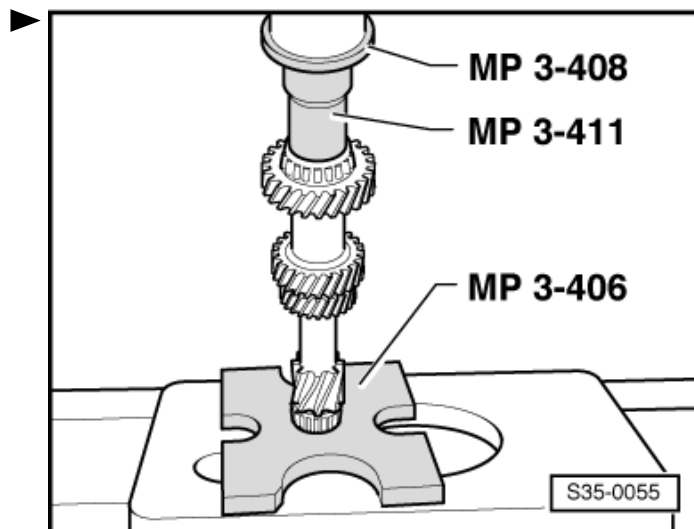

Abb. 10: Hülse für Nadellager aufpressen
- ☐ aufpressen ⇒ Abb. 10 in **35-1** Seite 6